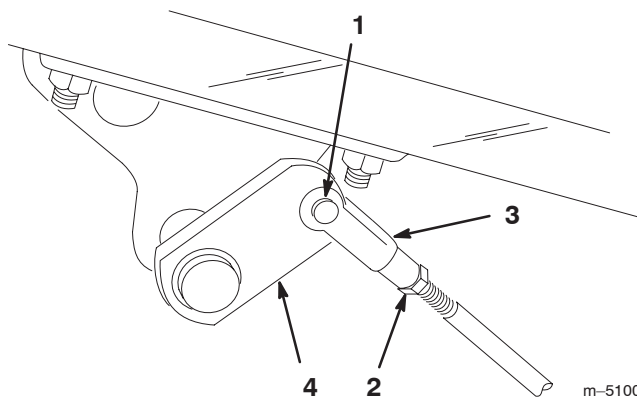

Figure 50
- Si les freins ne se bloquent pas uniformément, désaccouplez les tiges de frein en retirant la goupille fendue et l'axe de chape (Fig. 50).
- Desserrez l'écrou de blocage et réglez la chape comme il convient (Fig. 50).
- Montez la chape sur l'arbre de frein (Fig. 50).